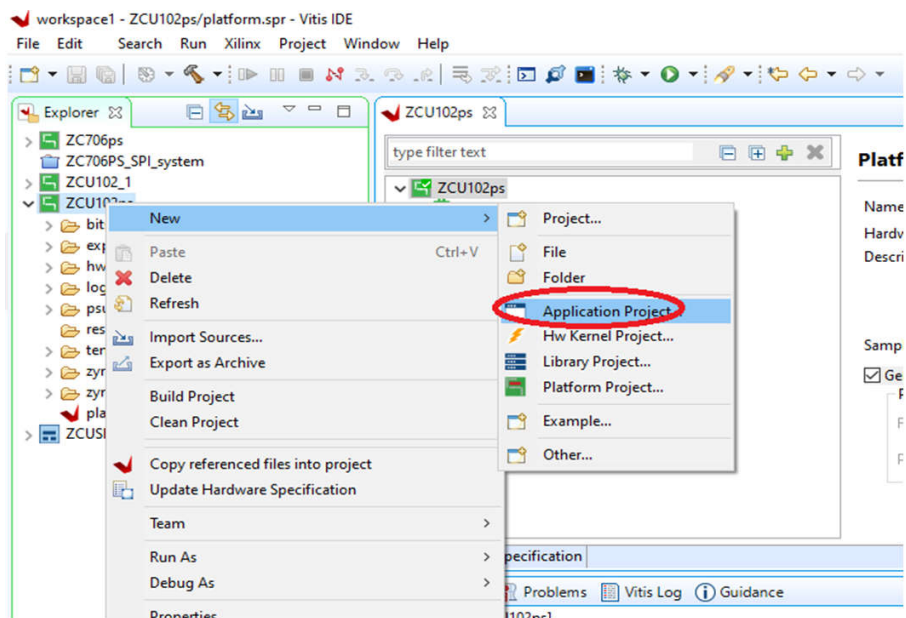

图 7-1. 新建应用工程
1. 右键点击 **Platform** 工程，转到 **New**，然后点击 **Application Project** (请参阅图 7-1)。